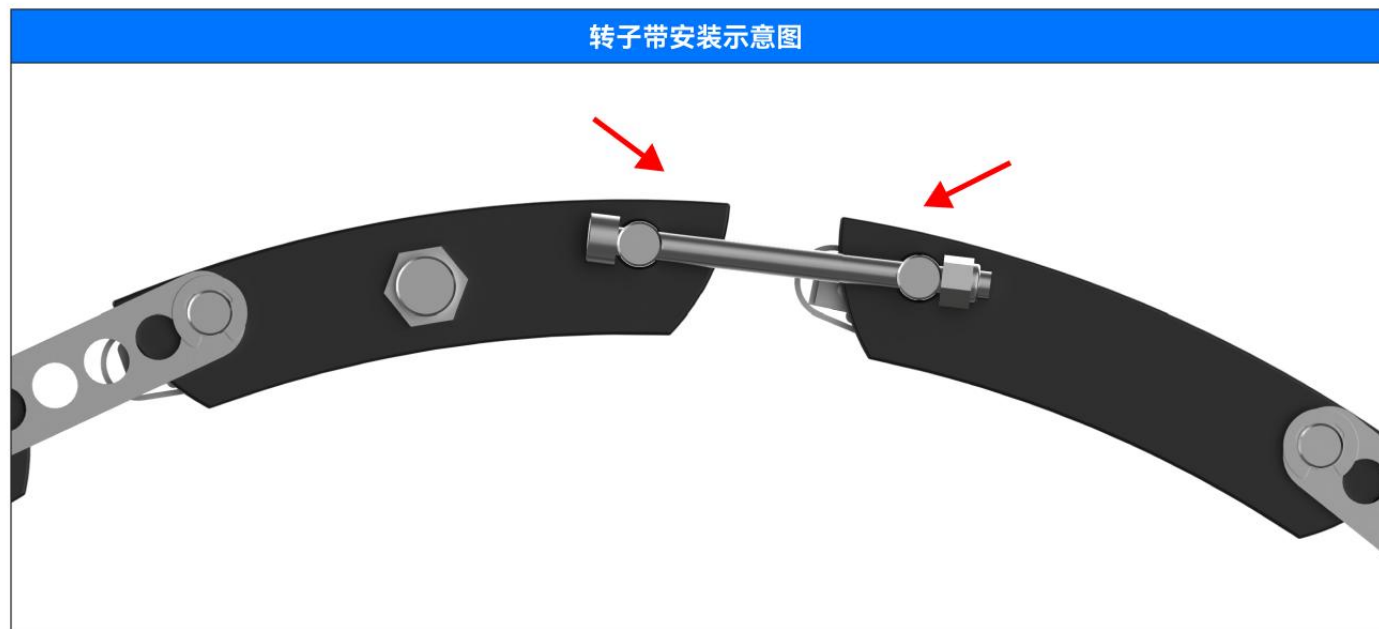

图3.34
2. 使用可调螺栓将转子组件的两端连接在轴顶部。检查以确保转子组件的电缆紧靠发送器组件，且转子组件沿圆周导轨就位，如图3.34。